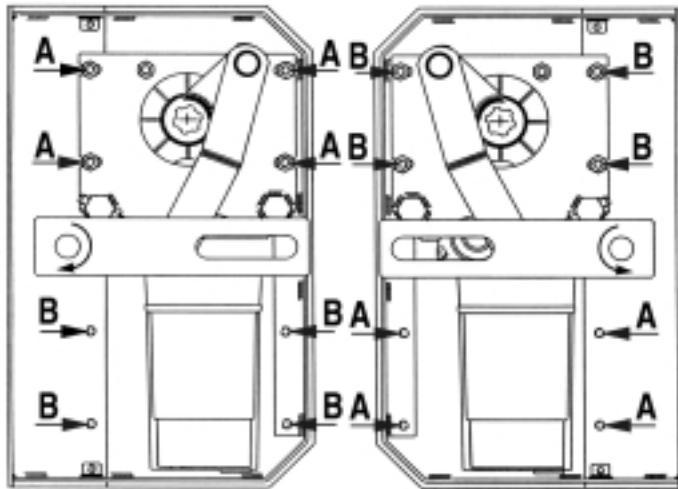

Fig. 13
- Di seguito svitate i quattro dadi che fissano la piastra al cassonetto e che bloccano il riduttore in posizione (Fig.13-A/B).
- Après avoir ôté le couvercle du caisson et débranché le câble d'alimentation du moteur, extraire à la main le levier courbe de déplacement, de façon à pouvoir ouvrir le vantail (Fig.13-A/B).
- Lift the cover from the box, isolate the motor from the power supply by disconnecting the cable, then remove the curved lever: the gate can now swing freely (Fig.13-A/B).
- Die Gehäuseabdeckung abnehmen, die Stromzufuhr zum Motor unterbrechen, den Bewegungshebel von Hand herausziehen und den Flügel öffnen (Fig.13-A/B).